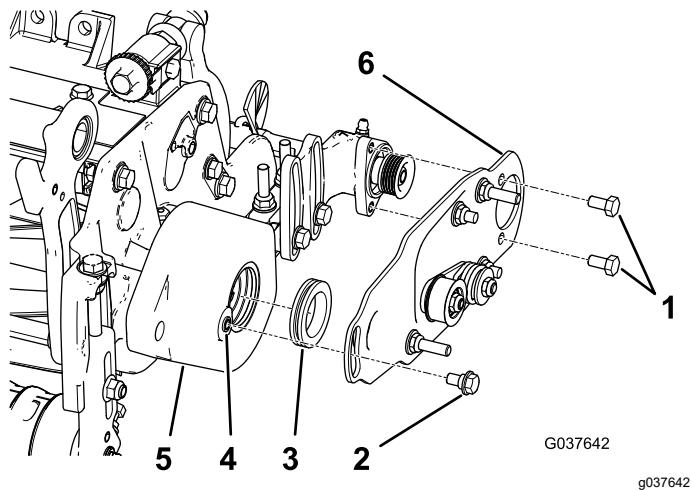

图 11
- 在滚筒刷架中的套环内径上涂抹一层润滑脂 图 11。
- 安装左侧或右侧滚筒刷侧板 图 11。
- 为 2 个螺栓 5/16 x 1/2 英寸涂抹防松螺纹油并用这两个螺栓将滚筒刷侧板安装到滚筒刷轴承座上 图 11。
- 用 5/16-18 水龙头清除滚筒刷架中螺纹上的油漆然后拧入轴肩螺栓 图 11。
- 在轴肩螺栓上涂抹防松螺纹油 图 11。
- 用轴肩螺栓将滚筒刷侧板固定至滚筒刷架上 图 11。